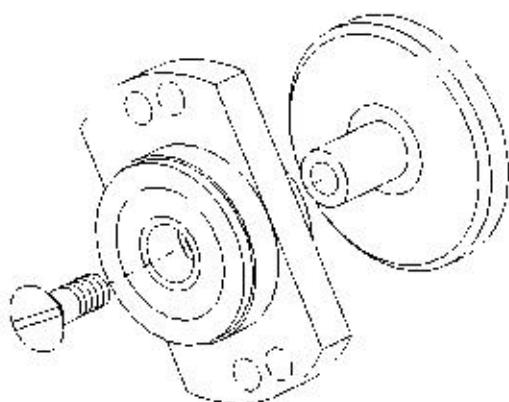

Рис. 5. Сборка фланцевого планетарного держателя шлифовального шпинделя
- Установка шпинделя шлифовального круга производится согласно Рис. 5